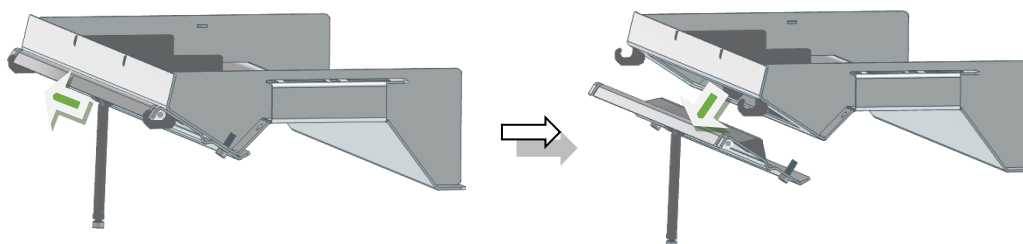

Figura 12 – Remoção da pala da dupla defletora
3. De seguida desloque a dupla defletora de fumos para cima (1) e depois desloque-a para a frente (para a porta) (2), esta fica solta e já consegue desencaixar e retirar, puxando para baixo (3), ver Figura 12 – Remoção da pala da dupla defletora.
4. Poderá retirar a pala da frente da dupla defletora de fumos, para isso basta desencaixar a pala dos apoios, como se pode ver na Figura 12.